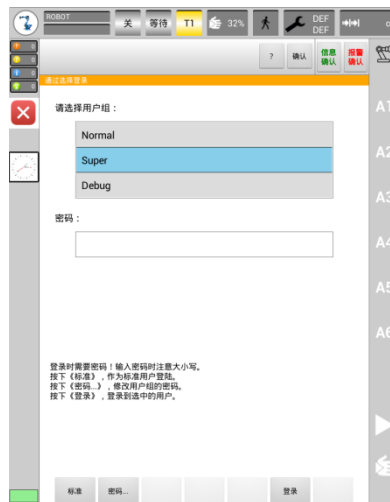

图 4-2 用户登录界面
- 2) 在示教器主菜单选择“配置->示教器配置->用户组”，登录为 Super 用户，登录用户登录界面如图 4-2 所示；